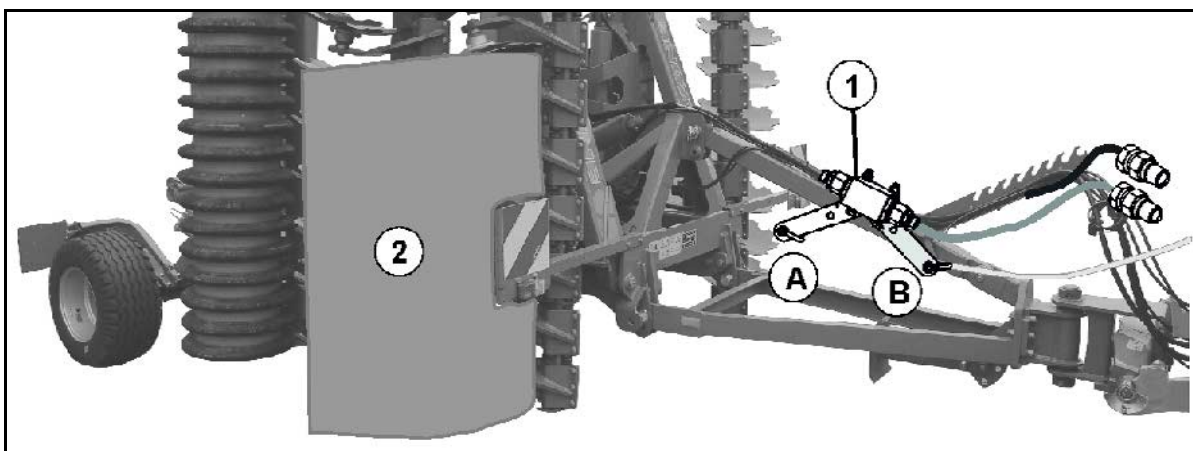

Рис. 8
- (1) Активируйте запорный кран для предотвращения непроизвольного раскладывания агрегата из трактора посредством тросового привода.
- Защитное полотно для уличной транспортировки (Рис. 8/1).